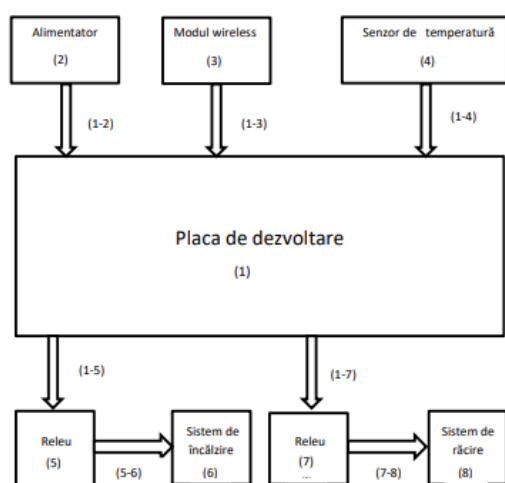

Figura 3.1.3.1 Schema bloc a soluției propuse
În figura 3.1.3.1 este prezentată schema bloc generală a soluției propuse pentru imlementarea obiectivelor care conține: placa de dezvoltare(1) alimentată cu 5V(1-2) care trebuie să conțină 5 ieșiri, modul wireless(3) pentru conexiune si control de pe un telefon mobil, senzorul de temperatură(4) conectat în ieșirea digitală(1-4), 2 relee(5 și 7) conectate la placa de dezvoltare în ieșirele digitale(1-5 si 1-7), iar la ieșirea din relee vor fi sistemul de incalzire(6) și cel de racire(8).